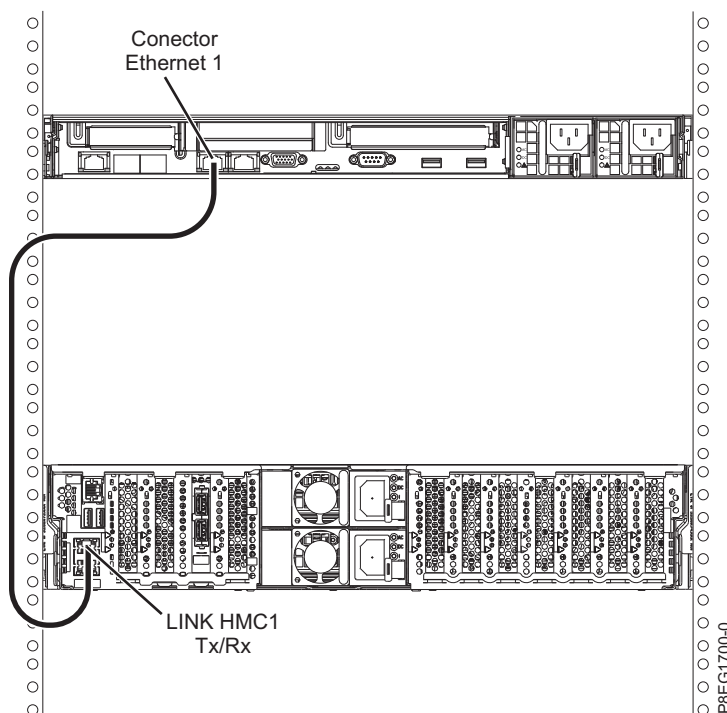

Figura 17. Conectando o HMC para o sistema gerenciado
1. Se você deseja conectar diretamente o seu HMC para o sistema gerenciado, conecte o **Conector Ethernet 1** no HMC à porta **HMC1** no sistema gerenciado. Consulte Figura 17.